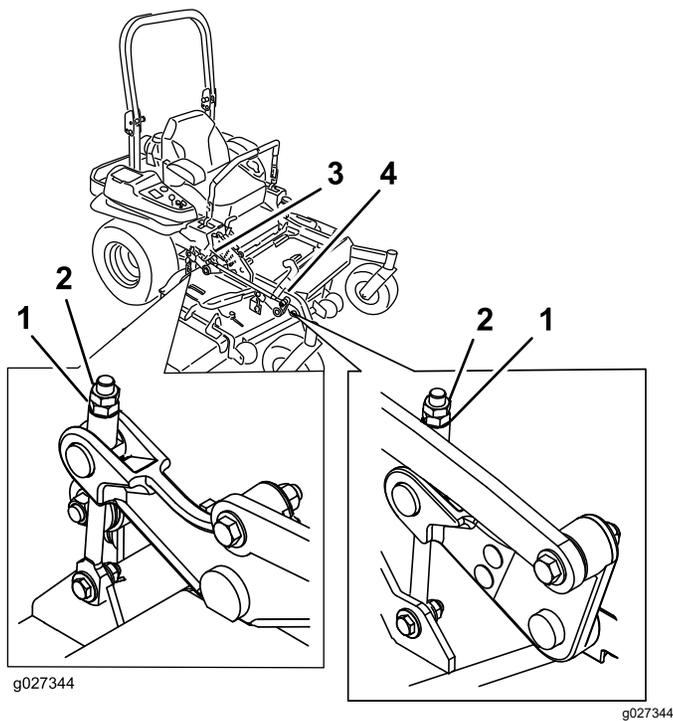

**Figura 113**
9. En ambos lados de la carcasa, mida desde la superficie nivelada hasta la punta delantera de la cuchilla (Posición A), según se muestra en la Figura 113.
15. En ambos lados de la carcasa, mida desde la superficie nivelada hasta la punta trasera de la cuchilla (Posición B), según se muestra en la Figura 113.